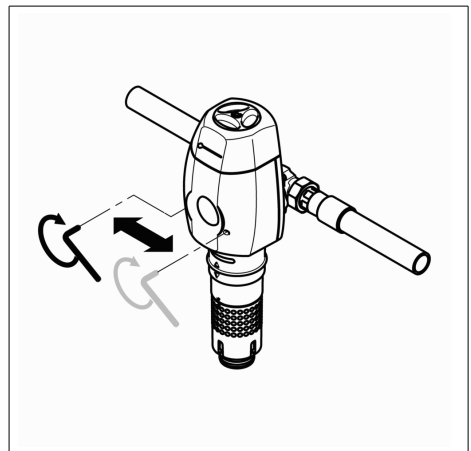

Abb. 5: Montage JUKO-EC
- Die zwei Schrauben in der Frontseite mit einem Innen-Sechskantschlüssel mehrfach abwechselnd festschrauben (siehe Abb. 5).